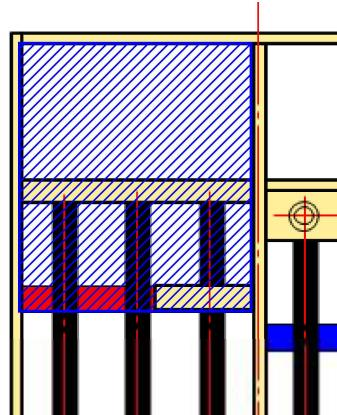

図9 アイテム搭載エリア
(6) アイテム搭載装置について
- 25 ・スタートエリアおよび追加アイテム置き場の範囲内（＝アイテム搭載エリア（図9））であれば、アイテムを搭載する装置を製作してもよい。特に加点されることはないが、同点の場合有利となる。